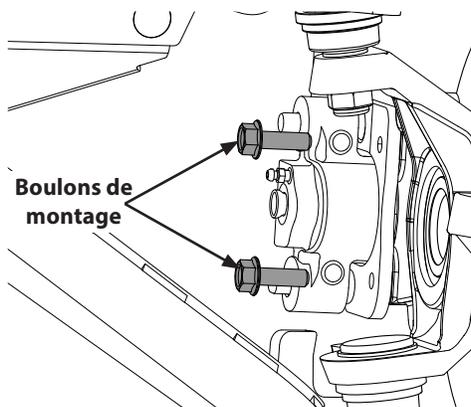

Figure 4-11
1. Enlevez les boulons de montage qui fixent l'étrier et les plaquettes de frein à la fusée de direction. Voir Figure 4-11.